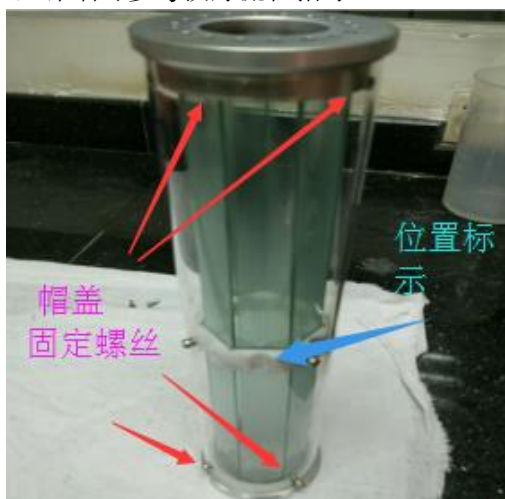
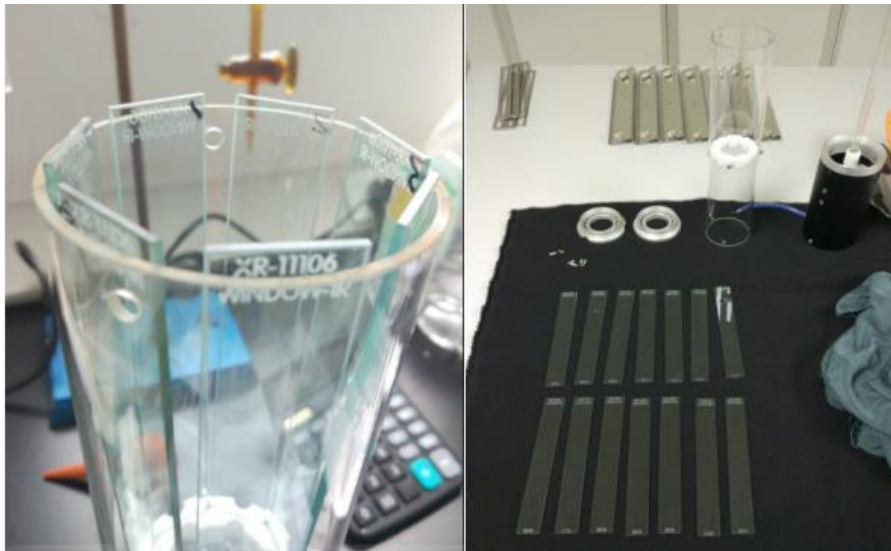

图 2
图 3
1. 拆卸灯管，取出滤光筒，如图 2，详细可参考换灯流程指导。
2. 拆卸滤光筒的一侧盖帽：如图 2 松掉 3 个固定螺丝后，小心把盖帽上提。可看到一侧的 7 组滤光片，如图 3，上下两侧为对称摆放，一共 14 片内滤片。如清洁的内滤片为 window-IR 等有时长限制的，取出前需记好每片滤光片原来所在的位置，在图 2 中标记位置有 1~7 号位置，位置与滤光片一一对应，待清洗后按顺序复原。